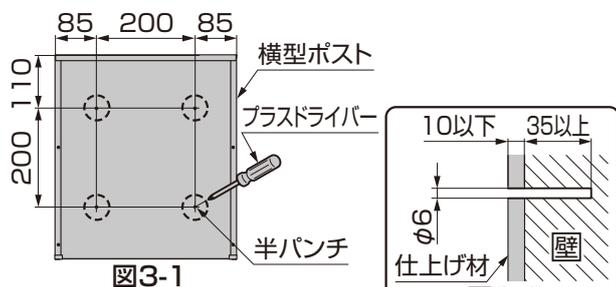

図3-1
- ①横型ポストの背面4ヶ所の半パンチにプラスドライバーをあてハンマーなどでたたいて、穴をあけてください。(図3-1参照)